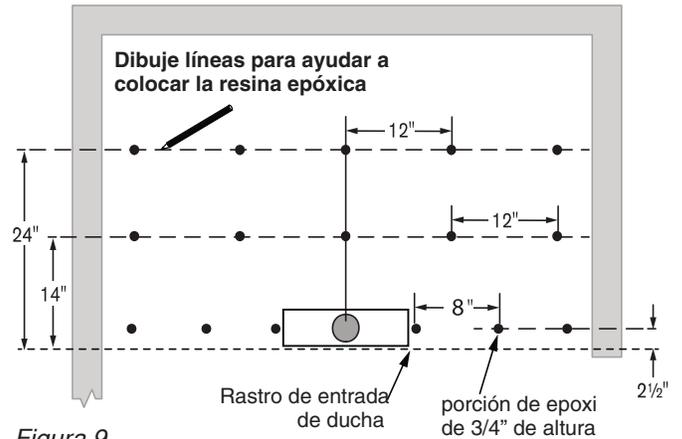

Figura 9
- 5** Barra el contrapiso y elimine todos los residuos del área de la cavidad y de la parte inferior de la unidad para que la resina epóxica suministrada se adhiera correctamente. El piso puede estar húmedo pero no debe haber agua estancada. La figura 9 muestra el patrón de la resina epóxica necesario para la instalación.